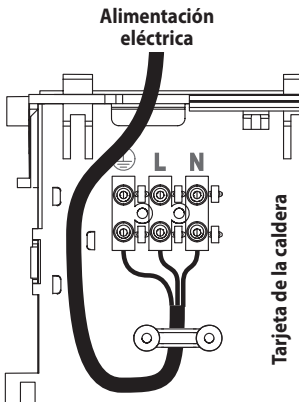

Figura 5.17
- Conecte el cable de alimentación eléctrica al interruptor omnipolar respetando la correspondencia de la línea (hilo marrón) y del neutro (hilo azul claro) (Figura 5.17).